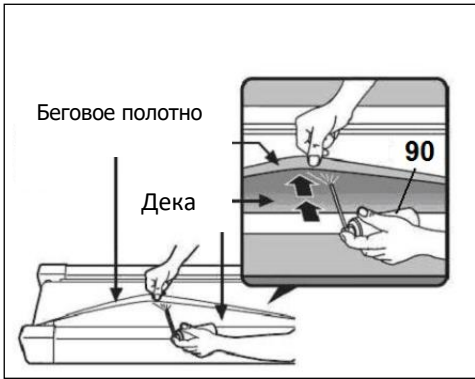

Рис. 6
Данная процедура очень важна. Выполните следующие действия. Чтобы отрегулировать беговое полотно, приведите тренажер в движение со скоростью 4 км/ч. Если полотно сдвинулось вправо, поверните винт (R) с правой стороны тренажера на 1/4 оборота по часовой стрелке. Обратите внимание на положение бегового полотна, если через одну минуту полотно не будет полностью центрировано, то повторите процедуру. Если увидите, что беговое полотно сдвинулось слишком далеко влево, то слегка поверните правый винт назад против часовой стрелки, рис.6.
Обратите внимание на положение, если через одну минуту полотно не будет полностью центрировано, то повторите процедуру. Если увидите, что беговое полотно сдвинулось слишком далеко вправо, то слегка поверните левый винт назад против часовой стрелки, рис.6.